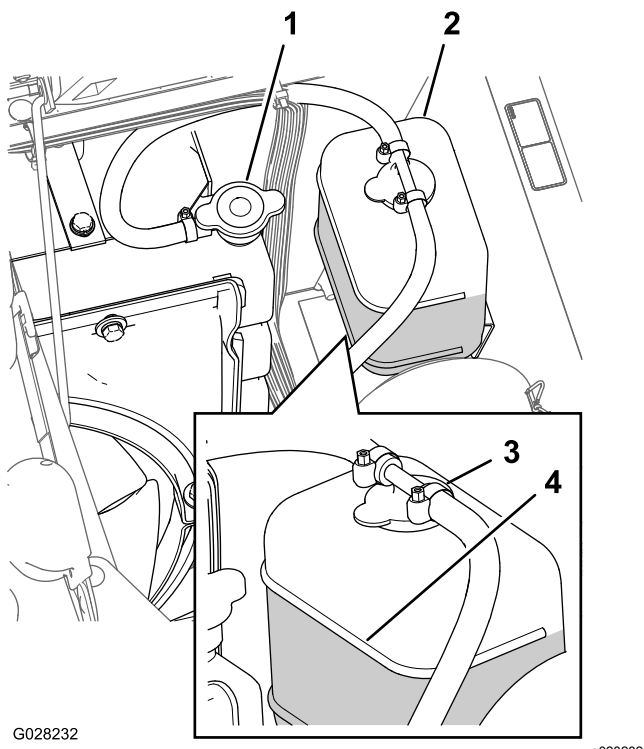

Figure 92
3. Retirez le bouchon du radiateur et le bouchon du vase d'expansion avec précaution (Figure 92).
Remarque: Le radiateur doit être rempli jusqu'en haut du goulot de remplissage et le vase d'expansion jusqu'au repère maximum (Figure 92).
- Si le niveau de liquide de refroidissement est trop bas, enlevez le bouchon du vase d'expansion et le bouchon du radiateur. Remplissez le vase d'expansion jusqu'au repère maximum, et le radiateur jusqu'en haut du goulot de remplissage (Figure 92).
- Remettez en place les bouchons du radiateur et du vase d'expansion (Figure 92).
- Laissez refroidir le moteur puis retirez le bouchon du radiateur (Figure 92).
- Retirez le bouchon de radiateur (Figure 92).
8. Démarrez le moteur en ayant serré légèrement le bouchon sur le radiateur (Figure 92).
10. Une fois le liquide de refroidissement chaud, faites l'appoint jusqu'à la surface d'étanchéité du bouchon et serrez ce dernier (Figure 92).
11. Ouvrez le bouchon du vase d'expansion et versez du liquide de refroidissement jusqu'au niveau à froid (Figure 92).